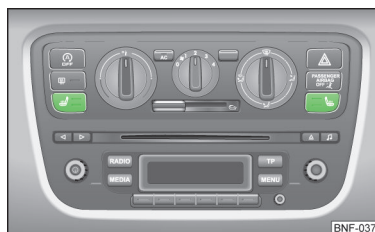

Fig. 48
Teclas para la calefacción de asientos » fig. 48
- Pulse la tecla de símbolo correspondiente ☞ y/o ☞ » fig. 48.